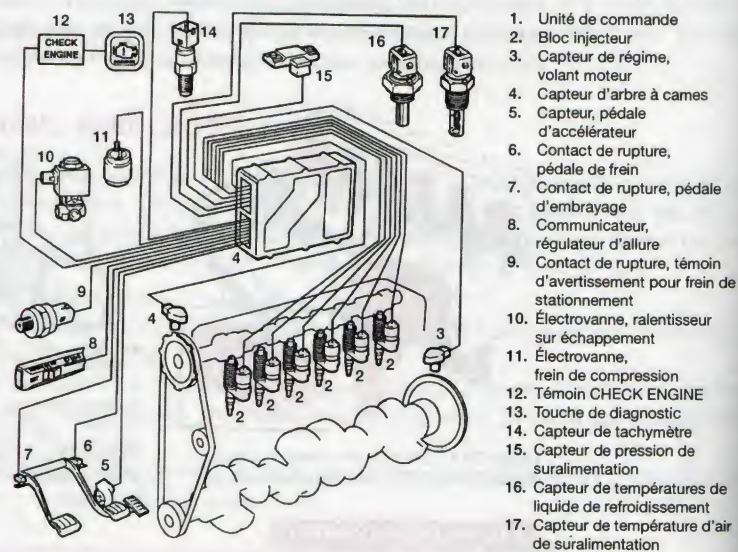

Figure 78.7. Gestion électronique des injecteurs-pompes sur Volvo
Ce temps est révolu, et l'électronique est venue faire évoluer cette technologie, en permettant une gestion des *débits unitaires* très « pointue » en fonction des conditions de fonctionnement du moteur, gérés par le calculateur d'injection, à l'aide de différents capteurs (**fig. 78.7 et 78.8**), et l'obtention d'une « pré-injection ».
- l'ensemble de la *régulation électronique*, composé d'un calculateur et de capteurs, ou actuators divers, plus ou moins complexe selon les choix des constructeurs (fig. 78.7 et 78.8) ;